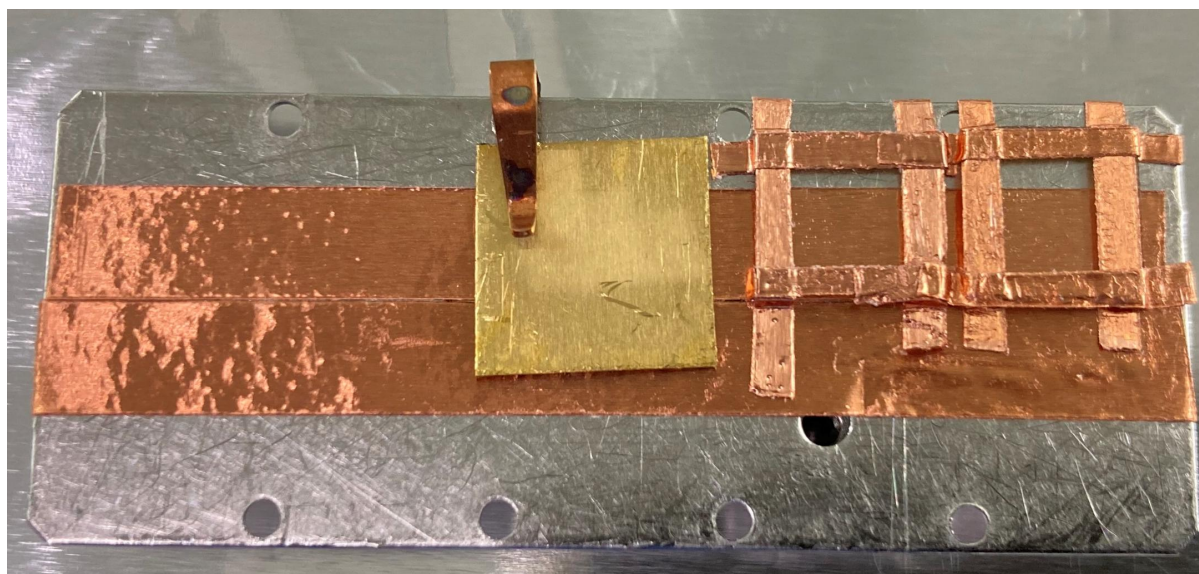

图 23 UPS 样品制备示意图
- (1) 样品尺寸要求: 1cm*1cm。
- (2) 使用铜导电胶带, 将 Au 标样和待测样品黏贴在同一个样品托上, 如图 23 所示。
- (3) 将样品传入进样腔。一般测试前一天下午 17:00 集中进样。